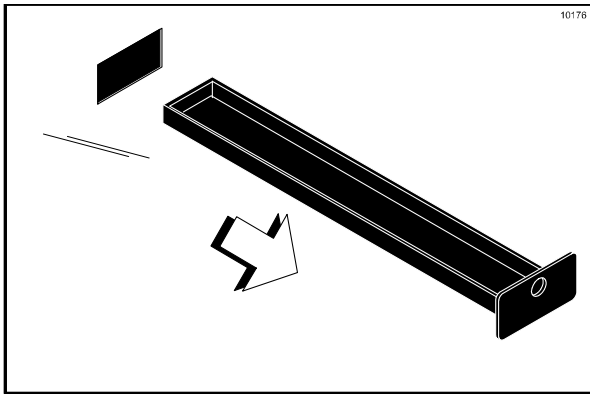

Figura 107
10. Remova as duas pingadeiras curtas do painel traseiro. Remova as duas bandejas coletoras com entalhes dos painéis laterais esquerdo e direito. Leve essas peças ao tanque para a limpeza. (Veja a Figura 107.)